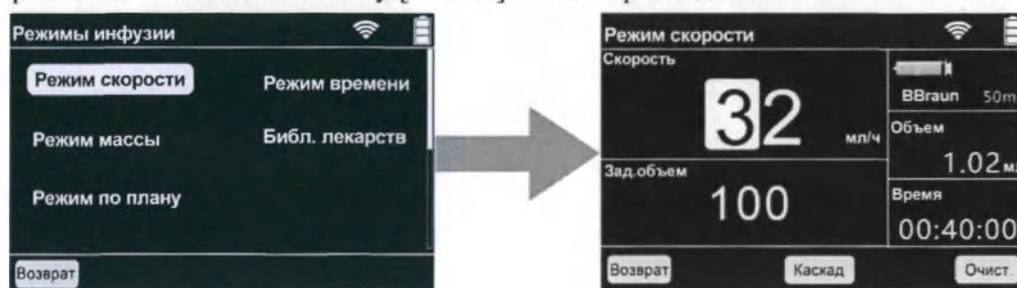

Рис. 21. Переход в меню режима инфузии по скорости.
- Значок в правом нижнем углу, как показано на рис. 21, отображает текущее давление в системе (выделенная область на значке) и установленный порог окклюзии (красный элемент значка). Когда давление в системе в норме, цвет заливки текущего давления – белый; когда давление превышает 80% от установленного порога, цвет заливки текущего значения меняется на желтый ; когда давление превышает 95% от установленного порога, подается сигнал тревоги «ОККЛЮЗИЯ» и инфузия прекращается.